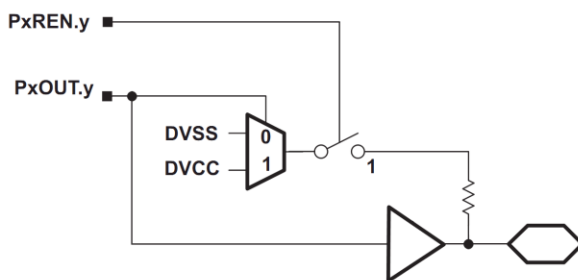

图 5.8 MSP430 单片机 IO 口的内部上下拉电阻
MSP430 单片机的内部电阻构造如图 5.8 所示：
- 3) P_xOUT.y 在图 5.8 中，即决定 IO 输出电平，又决定上下拉电阻的接法，要特别注意。